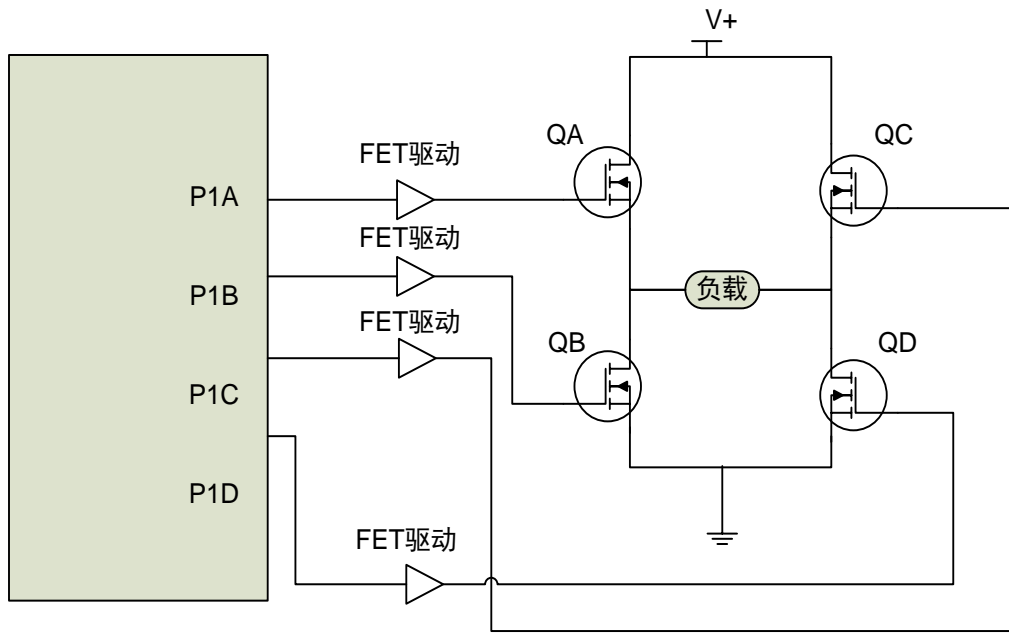
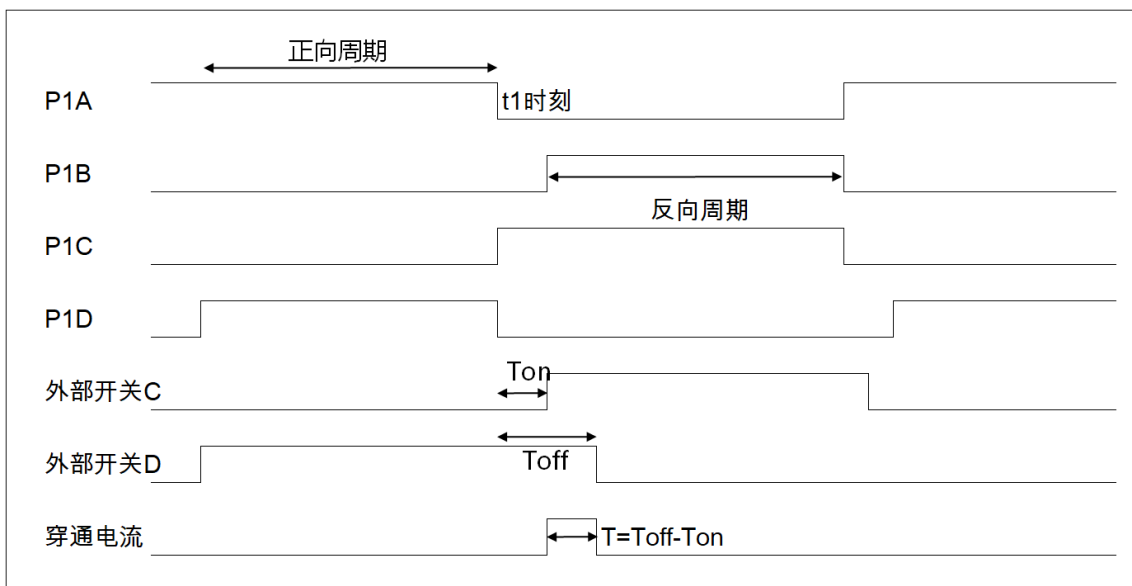

图 10-9 全桥应用示例 (4NMOS, P1A~P1D 高电平有效)
图 10-12 占空比接近 100%时, PWM 方向变化示例(P1A~P1D 为高电平有效)
**全桥 PWM (正向、反向)** — 4 路 PWM 通道 P1A, P1B, P1C, P1D。应用示例如图 10-9。
如图 10-12 所示, P1D 的占空比接近 100%时, PWM 从正向切换为反向。在 t1 时刻, P1A 和 P1D 输出变为无效, 而 P1C 输出变为有效。而由于功率器件的关断时间( $T_{off}$ )大于导通时间( $T_{on}$ ), 穿通电流将流过功率器件 QC 和 QD (如图 10-9), 并持续时间“ $T$  ( $T_{off}-T_{on}$ )”。当 PWM 方向由反向切换为正向时, 同样的情况将发生在功率器件 QA 和 QB 上。可消除穿通电流的两种方法如下: